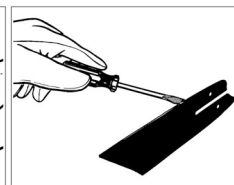

Fig. 15
2. Con ayuda de un destornillador, una espátula, un cepillo metálico u otra herramienta similar, limpie la suciedad de los rieles de la barra de guía. Esto mantendrá libre el paso del lubricante, permitiendo la adecuada lubricación de la barra y la cadena. (Fig. 15)